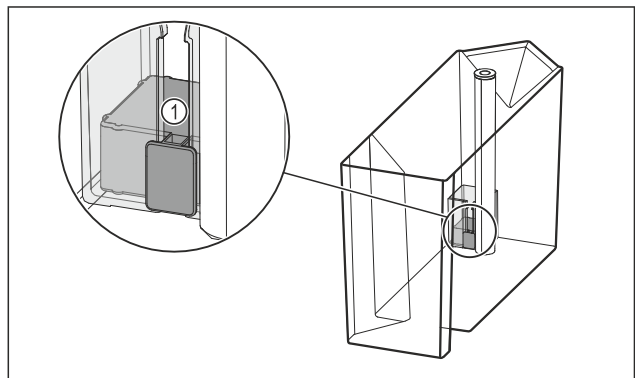

Fig. 98
- ▶ Kontrollera om flottören Fig. 98 (1) är fastklämd. Om flottören är fastklämd: